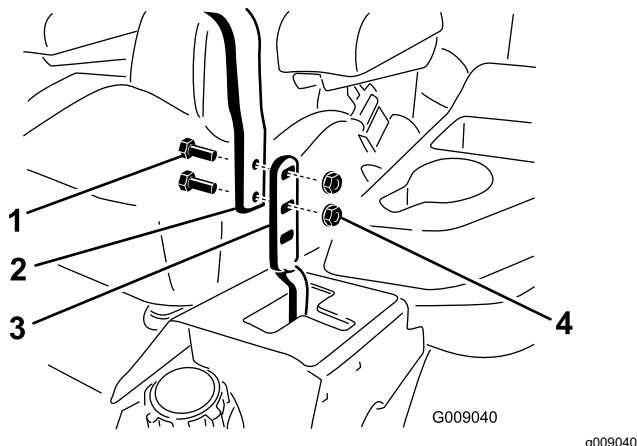

Figure 64
3. Desserrez les boulons et les écrous à embase situés dans les leviers (Figure 64).